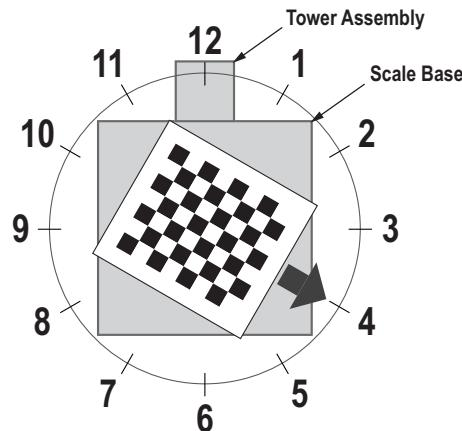

Figura 5-6. Gire a las 4 en punto
5. Alinee el objeto de calibración de modo que las cruces estén centradas. Gire el objeto de calibración a las 4 en punto con el conjunto de la torre a las 12 en punto. (Figura 5-6).